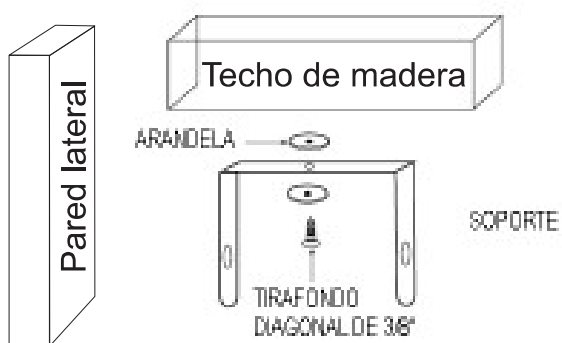

Figura 4a. Montaje de un solo tornillo
Consulte las figura 4a y 4b
**NOTA:** Si desea que el calefactor gire hacia la derecha o hacia la izquierda, se recomienda agregar una arandela a ambos lados del soporte. Es posible que se necesite un tirafondo más largo para sujetar la unidad correctamente. Consulte la figura 4a.
1. Para girar la unidad, cuando esta se ha instalado con un solo tirafondo (como se muestra en la figura 4a), simplemente gire todo el calefactor según sea necesario. La unidad no se puede girar en sentido horizontal si se instaló con 2 tirafondos.
1. Para girar la unidad cuando se ha instalado con un solo tornillo tirafondo largo (como se muestra en la figura 4a), simplemente gire el calefactor según sea necesario. La unidad no se puede girar horizontalmente si ha sido instalada con 2 tornillos tirafondo.